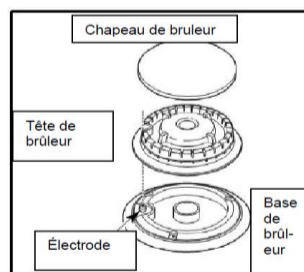

Figure 27
- 1) Veuillez placer une cuvette de brûleur sur chaque tête de brûleur, associant la grandeur de la cuvette avec la grandeur de la tête. La cuvette pour chaque brûleur possède un anneau d'emplacement interne qui centre correctement la cuvette sur la tête du brûleur. Veuillez vous assurer que toutes les cuvettes de brûleur et les têtes de brûleur soient correctement en place AVANT d'utiliser votre appareil. (Voir la figure 27)